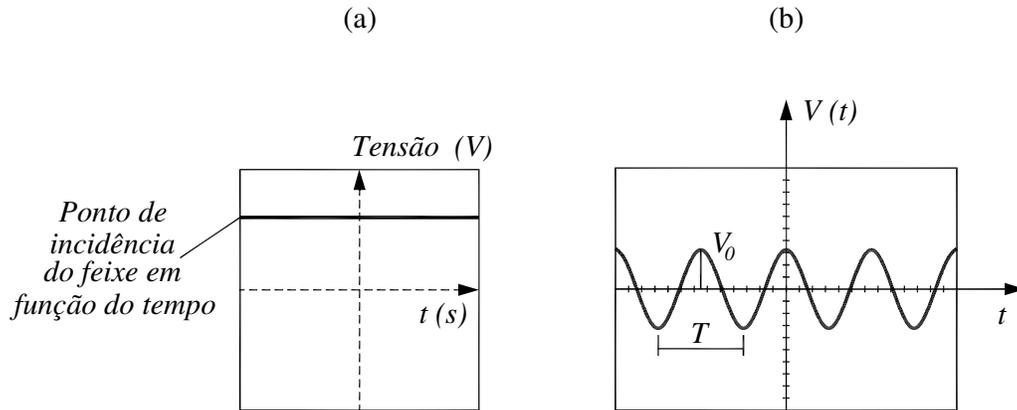

Figura 7 – Exemplos de medidas elétricas realizadas com um osciloscópio. (a) Tensão contínua. (b) Tensão alternada
Na figura 7 estão apresentados exemplos de duas tensões elétricas vistas na tela de um osciloscópio: em 7a, tensão elétrica contínua, e em 7b tensão alternada do tipo $V(t) = V_o \cos(\omega t)$, para a qual é possível determinar a amplitude máxima (V_o) e o período de oscilação (T) correspondente.